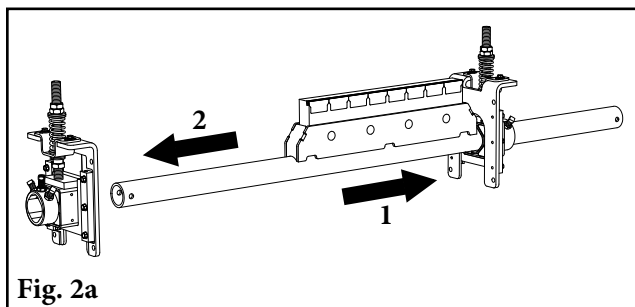
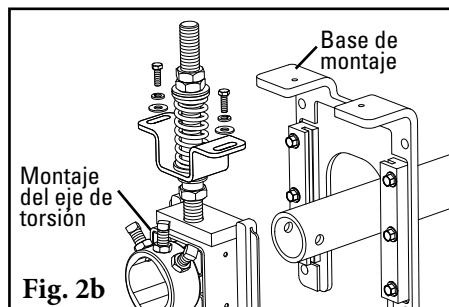

Fig. 2a
Fig. 2b
2. **Instale el eje.** Deslice el eje en un montaje del eje de torsión tanto como sea necesario y ubique el otro extremo en el montaje opuesto (Fig. 2a). Si no hay suficiente espacio, quite uno de los montajes del eje de torsión de la base de montaje, deslice el eje a través de la base de montaje y vuelva a ensamblar (Fig. 2b).